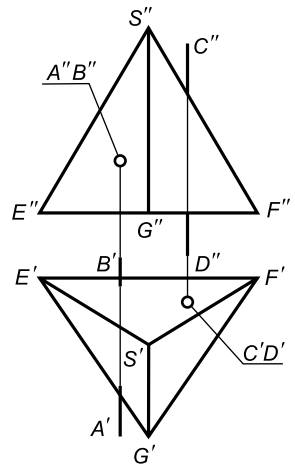

Рис. 20
2.22. Построить проекции точек пересечения прямых AB и CD (рис. 20) с поверхностью пирамиды $SEFG$, соблюдая условия видимости.